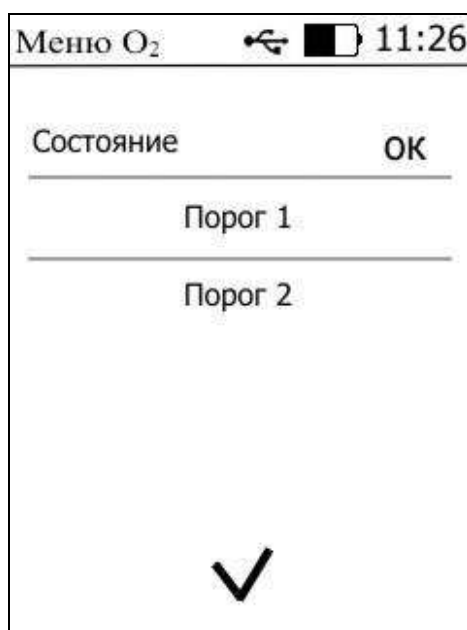
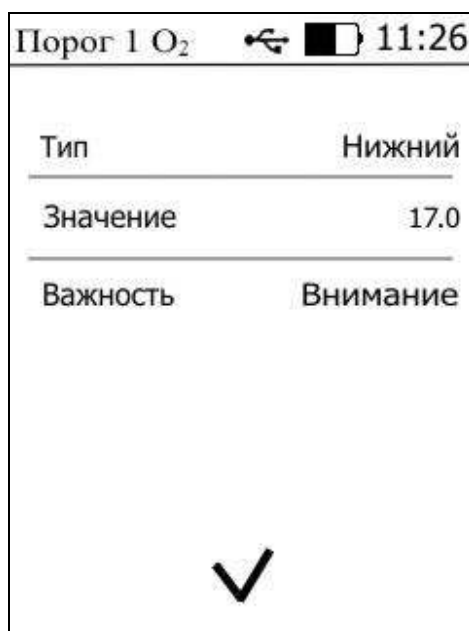

Рисунок 5.5 Экран включенного режима разовых измерений
Рисунок 5.6 Экран включенного режима разовых измерений
- 4.7** При включении газоанализатора осуществляется самотестирование газоанализатора в течение 5 секунд. При наличии внутренних неисправностей газоанализатор на индикаторе сигнализирует номер неисправности. После успешного тестирования и завершения загрузки на дисплее отображаются поля для отображения измерений и их параметров. Расшифровка неисправностей тестирования и других ошибок в работе газоанализатора отображается в меню выбора порогов, рисунок 5.5.
Для настройки нужного порога нажать на область «Порог 1» или «Порог 2», Рисунок 5.5. В экране настройки выбранного порога установить тип «верхний» или «нижний», пороговое значение параметра и его важность: «Внимание» или «Тревога», Рисунок 5.6.